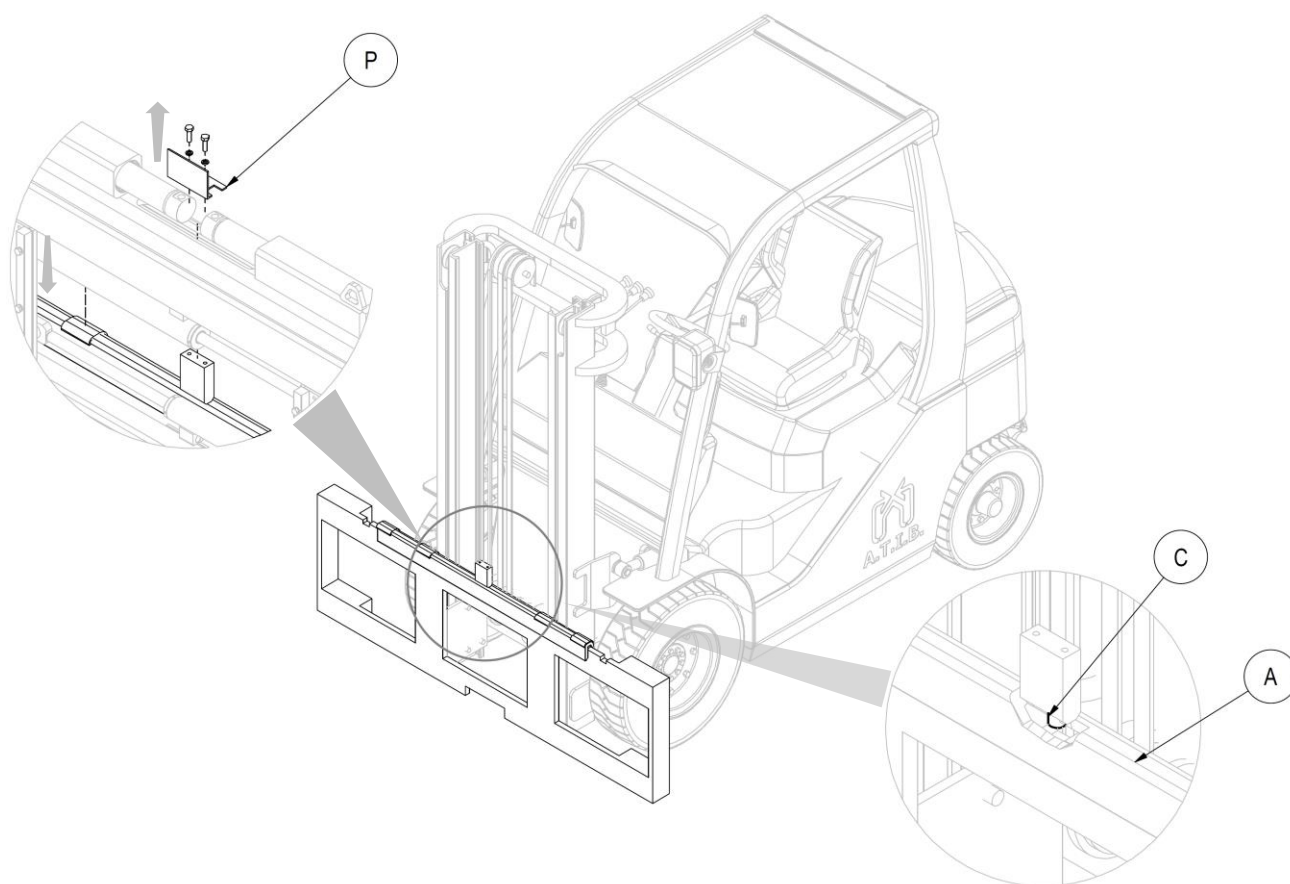

Figura 5
4. Dopo aver rimosso il "piegato di protezione" (P) con le relative viti, prendere manualmente il doppio gancio A (con le relative boccole di scorrimento), e posizionarlo sul profilo superiore della piastra porta forche, avendo cura di incastrare il perno di centraggio C nella tacca centrale della stessa (vedi Figura 5).